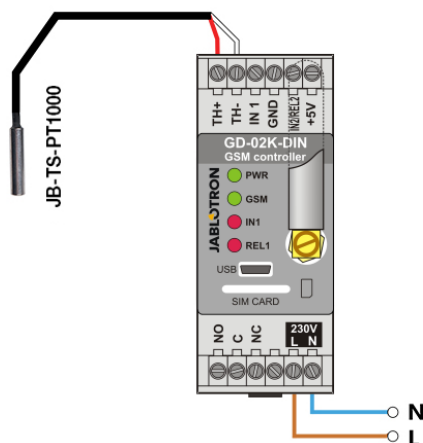

Figure 4 : Surveillance de la température
- Respecter la polarité lors de la connexion du capteur de température (fil rouge = TH +, fil blanc = TH-), voir la figure 4.